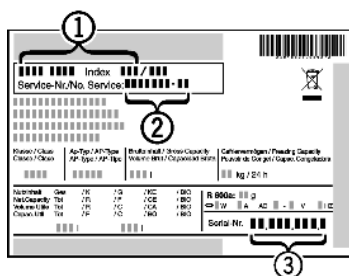

Fig. 10
- Označení přístroje Fig. 10 (1), servisní číslo Fig. 10 (2) a sériové číslo Fig. 10(3)naleznete na typovém štítku. Identifikační typový štítek je umístěn na levé vnitřní stěně přístroje.
- Informujte zákaznický servis a sdělte poruchu, označení přístroje Fig. 10 (1), servisní číslo Fig. 10 (2) a sériové číslo Fig. 10 (3).